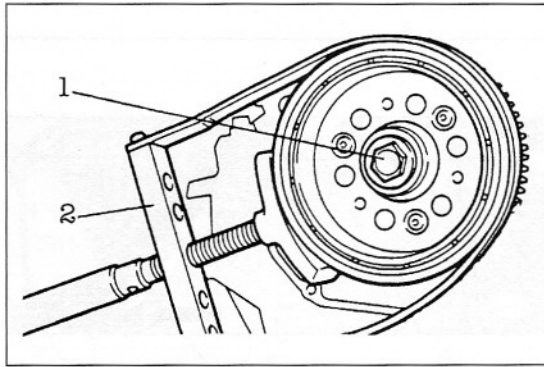

Bild 146
- Mit den KAWASAKI-Werkzeugen 57001-1223 und 57001-1216 (Schwungradabziehwerkzeug und Rotorabziehwerkzeug; etwas irritierende Namensgebung seitens KAWASAKI) Rotor ausbauen: Werkzeuge auf Rotor auf- und einschrauben, und mit Stahlhammer auf Kopfstück des Abziehwerkzeugs schlagen (Bild 146).